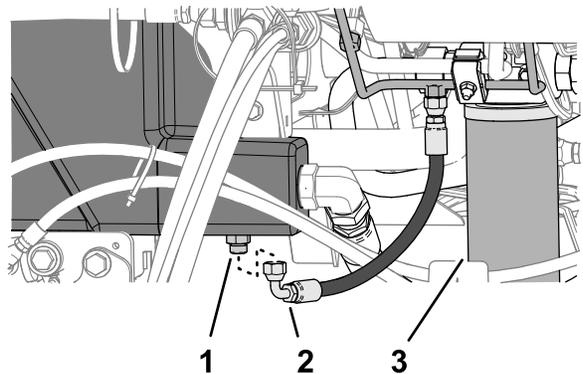

Figura 143
2. Coloque un recipiente de vaciado grande debajo del acoplamiento recto (Figura 143) del depósito hidráulico; consulte Comprobación del nivel de fluido hidráulico \(página 78\).